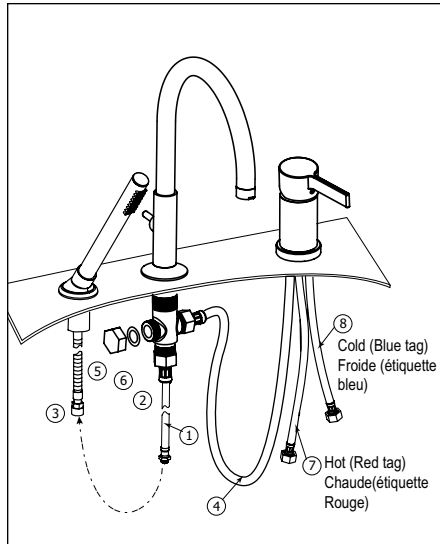

Fig.6
A) Connecting handshower and spout: Connect the 1/2" female end of the extension hose (1) (included in box) to the bottom of the faucet shank (2). Then connect the other end of the hose (male connection) to the 3/8" handshower chrome hose end (3). Fig.6. Connect the mixed water hose (4) to the side shank water inlet (2). Note: mixed water hose is not tagged. **Seal the second water inlet of the shank by securing the cap (5) and washer (6). DO NOT OVERTIGHTEN THE CAP.**
B) Connecting the water supplies: Connect the hot (7) and cold (8) water hoses to the G1/2" supply lines. Hot and cold water hoses are identified with colored tags.
A) Raccordement de la douchette au bec: Raccorder le bout 1/2" femelle du boyau d'extension (1) (inclus dans la boîte) au bas du raccord du robinet (2). Ensuite raccorder l'autre bout (mâle) du boyau d'extension au boyau en chrome 3/8" de la douchette (3). Fig.6. Raccorder le boyau d'eau mélangée (4) au raccord du robinet (2). Note: le boyau d'eau mélangée n'a pas d'étiquette. **Sceller la deuxième entrée d'eau du raccord en filetant le capuchon (5) et la rondelle (6). NE PAS TROP SCELLER LE CAPUCHON.**
B) Raccordement de l'alimentation d'eau: Raccorder les boyaux d'eau chaude (7) et d'eau froide (8) aux boyaux d'alimentation 1/2" G. Les boyaux d'eau chaude et froide sont identifiés.